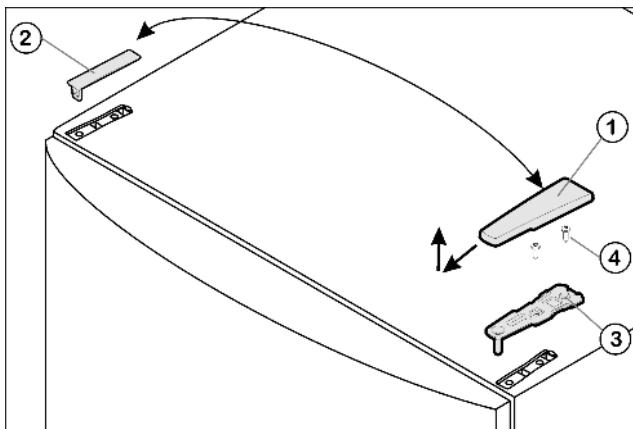

Fig. 4
- Потяните крышку Fig. 4 (1) вперед и вверх.
- Снимите крышку Fig. 4 (2).
- Открутите верхний опорный кронштейн Fig. 4 (3)(2 шт. Torx® 25) Fig. 4 (4) и вытяните вверх.
- ▶ Установите верхний опорный кронштейн Fig. 4 (3) на новой стороне шарнира и защелкните в дверце.
- ▶ Привинтите верхний опорный кронштейн (**с моментом 4 Нм**)(2 шт. Torx® 25) Fig. 4 (4). При необходимости проделайте отверстия или используйте аккумуляторную отвертку.
- ▶ Наденьте и защелкните крышки Fig. 4 (1) и крышки Fig. 4 (2) на противоположной стороне снаружи.